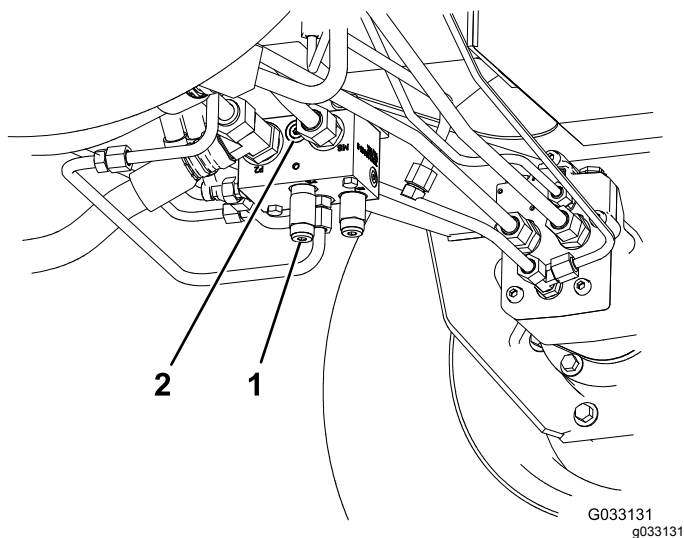

Figura 38
- N. cat. Toro 95-0985, raccordo di accoppiamento (2)
- N. cat. Toro 340-77, raccordo idraulico (2)
1. Montate un raccordo diagnostico nel foro non marcato situato tra i fori M8 e P2 sul collettore della trazione posteriore (Figura 38).